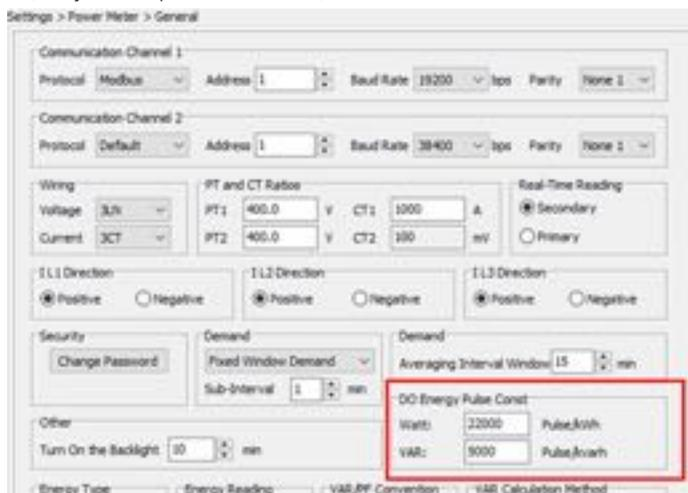

Рисунок 5-35. Конфигурация постоянной импульса энергии DO из программного обеспечения Acuvim
- После определения постоянной импульса ее необходимо настроить в общих настройках. На рис. 5-35 константа импульса, введенная в измеритель, равна 100.